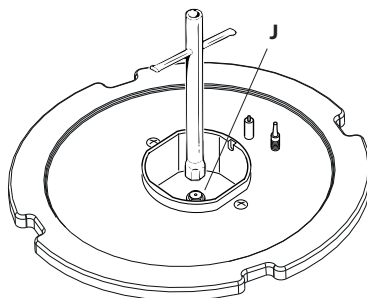

Fig. 2.2a
- Brug en svensk nøgle til at udskifte dysen "J" (figs. 2.2a, 2.2b, 2.2c, 2.2d) med dyser, der passer til valgt gasform.